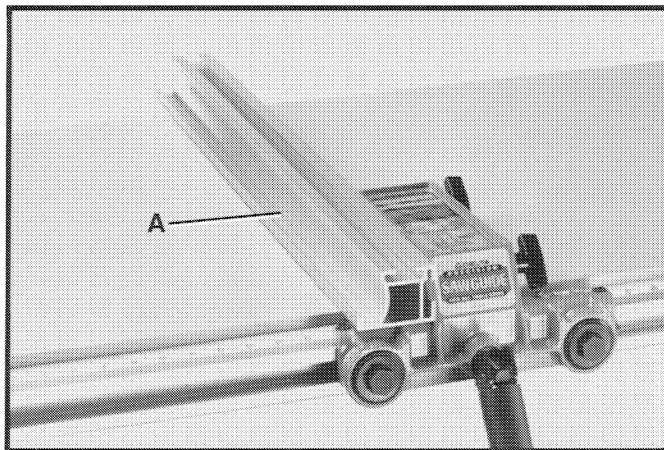

Fig. 71
3. Durante el corte a lo largo de material delgado, resulta más conveniente a veces utilizar la guía (A) en la posición horizontal (baja), como se ilustra en la Fig. 71.